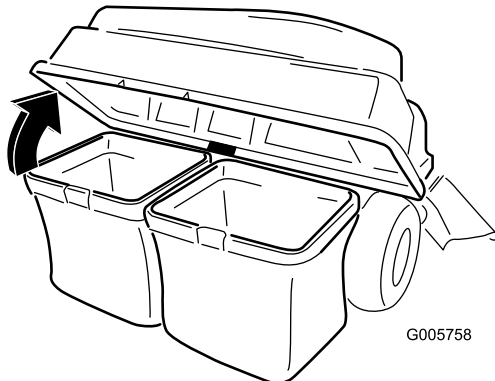

Bild 33
3. Heben Sie die Abdeckung des Heckfangsystems an (Bild 33).